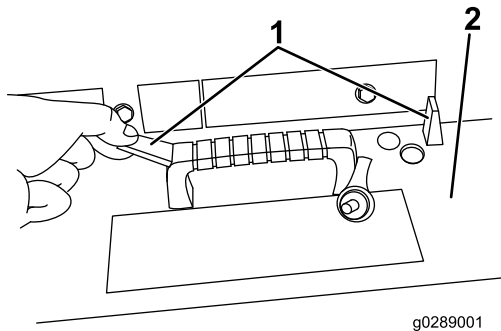

Bild 2
- Entfernen Sie die 2 Ausbauchverschlüsse (Bild 2).